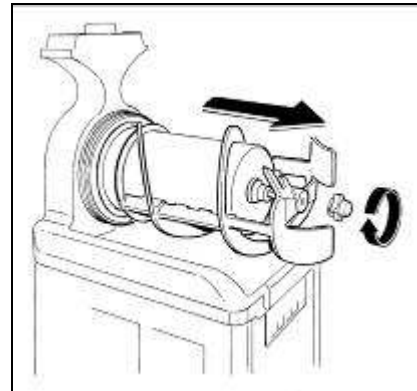

Fig. 18
- Svitare il pomello di fissaggio nel senso della freccia (filettatura sinistra) e procedere all'estrazione del gruppo di miscelazione e delle guarnizioni di tenuta (fig.18).